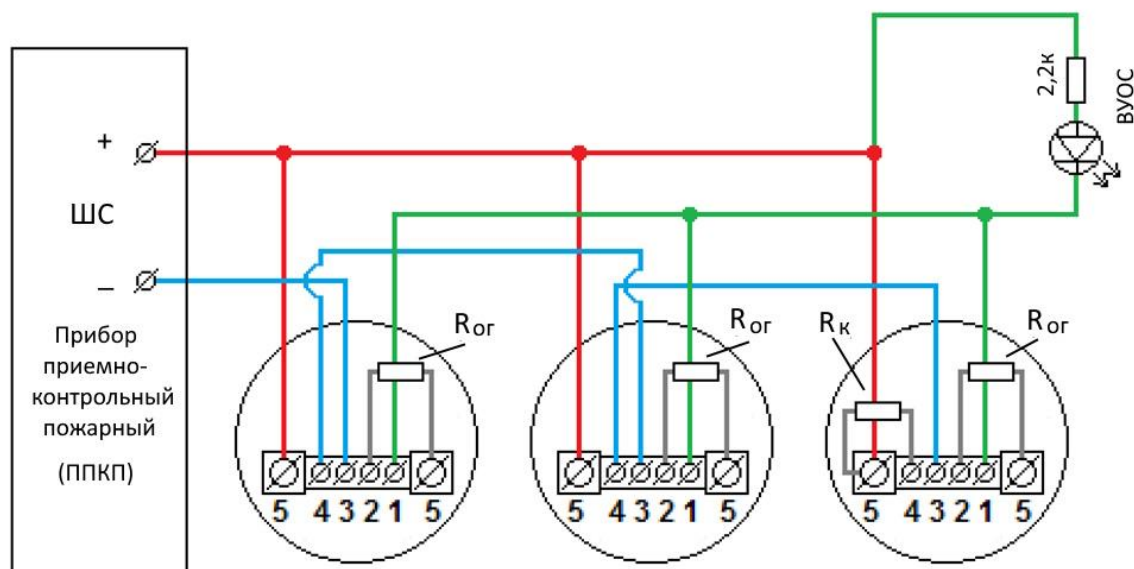

Рисунок 5 – Схема подключения ВУОС для группы извещателей, включенных в один шлейф.
5.6 Схема вывода группового сигнала ВУОС для извещателей, включенных в один шлейф пожарной сигнализации, приведена на рис. 5.